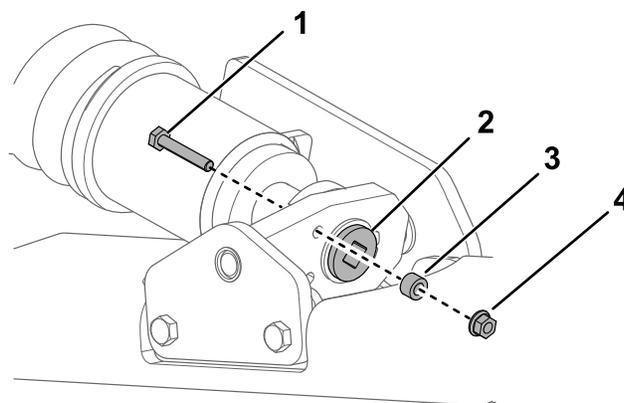
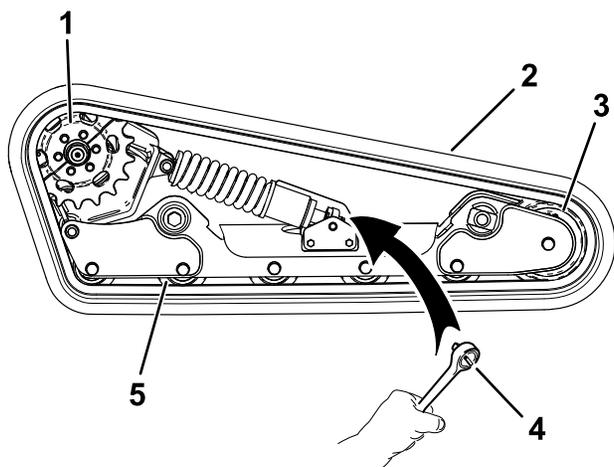

Рисунок 57
Рисунок 61
4. Удалите зажимной болт, проставку и гайку (Рисунок 57).
6. Совместите ближайшую выемку в натяжном винте с отверстием в зажимном болте и закрепите винт при помощи зажимного болта и гайки (Рисунок 57).
- Удалите зажимной болт, проставку и гайку (Рисунок 57).
- Используя ключ с храповым механизмом на $\frac{1}{2}$ дюйма, ослабьте натяжение привода, вращая натяжной винт по часовой стрелке (Рисунок 57 и Рисунок 61).
- Отверните 3 зажимных болта на той половине ведущего колеса, которая не вошла в зацепление с гусеницей (Рисунок 61).
- Проложите новую гусеницу вокруг переднего катка (Рисунок 61).
- Протолкните гусеницу под опорные катки и одновременно между ними и проложите ее вокруг рамы (Рисунок 61).